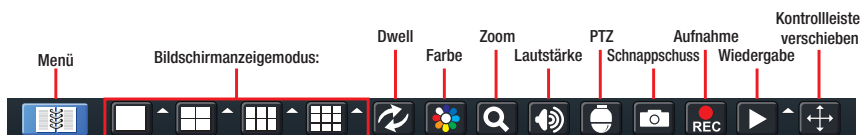

ABB. 3-3
SCHRITT 2. Die Taste **MENU** auf der Fernbedienung oder die Taste **STOP/ESC** an der Vorderseite des DVR drücken, um die **Steuerungsleiste** am unteren Bildschirmrand (**Abb. 3-3**) zu öffnen.